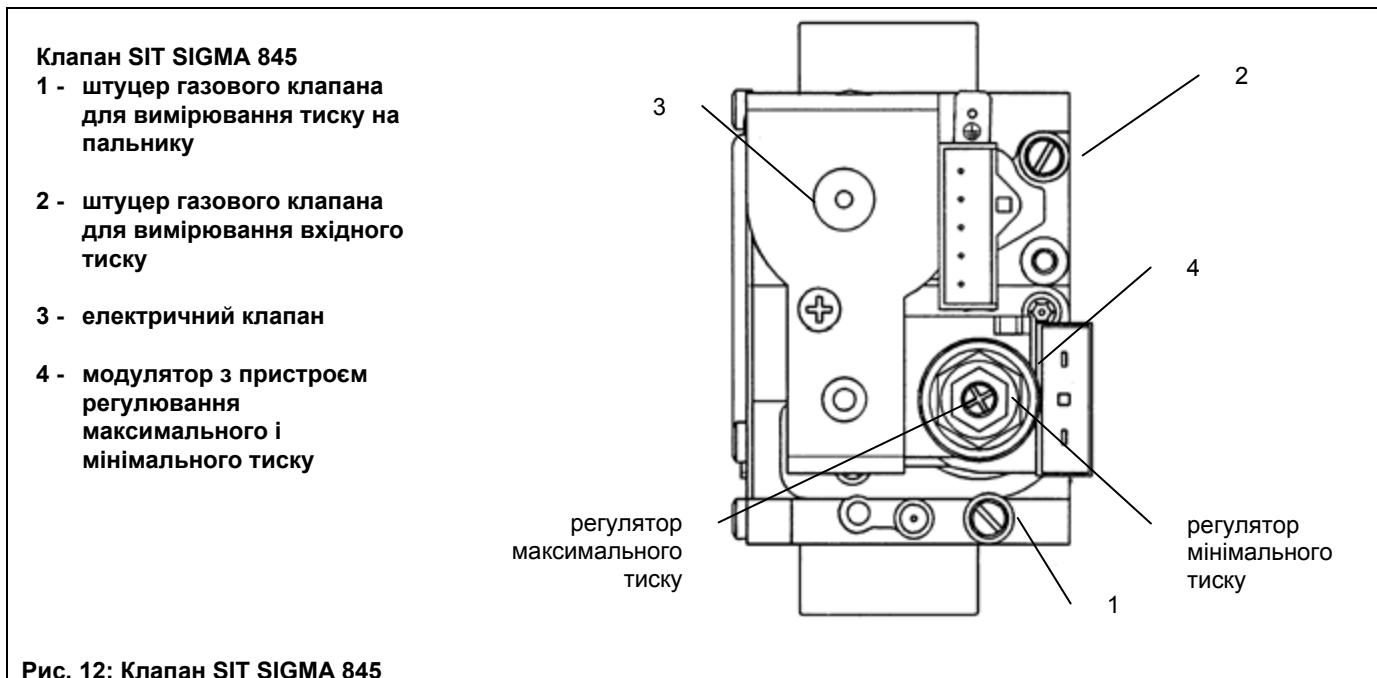

Рис. 12: Клапан SIT SIGMA 845
- Відкрутити гвинт на штуцері 2 (Рис. 12) і приєднати до штуцера 2 манометр.
- Відкрутити гвинт на штуцері 1 (Рис. 12) і приєднати до штуцера 1 манометр.
- Перевірити тиск газу на пальнику згідно з таблицею 3 для відповідної моделі котла і відповідного типу газу. При необхідності зняти кришку модулятора і повернати латунне кільце (позиція 4, рис.12) до досягнення тиску, вказаного в таблиці 3 для відповідної моделі котла і відповідного типу газу.